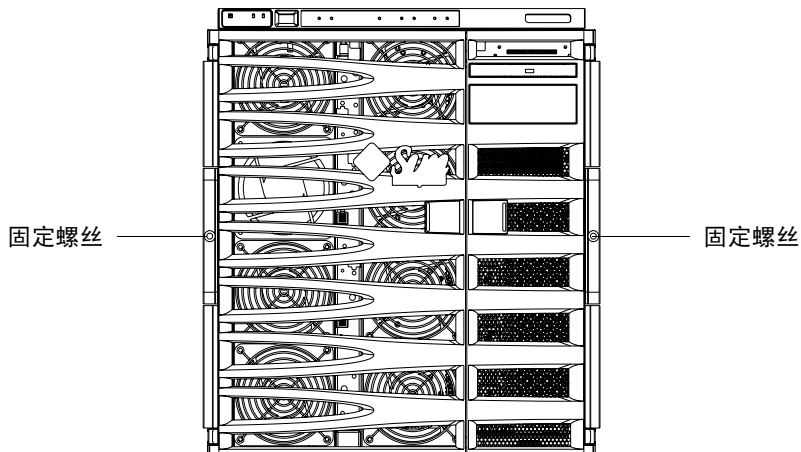

图 1-12 拧紧固定螺丝
12. 拧紧系统前部的两颗固定螺丝，将系统固定在机箱中（图 1-12）。